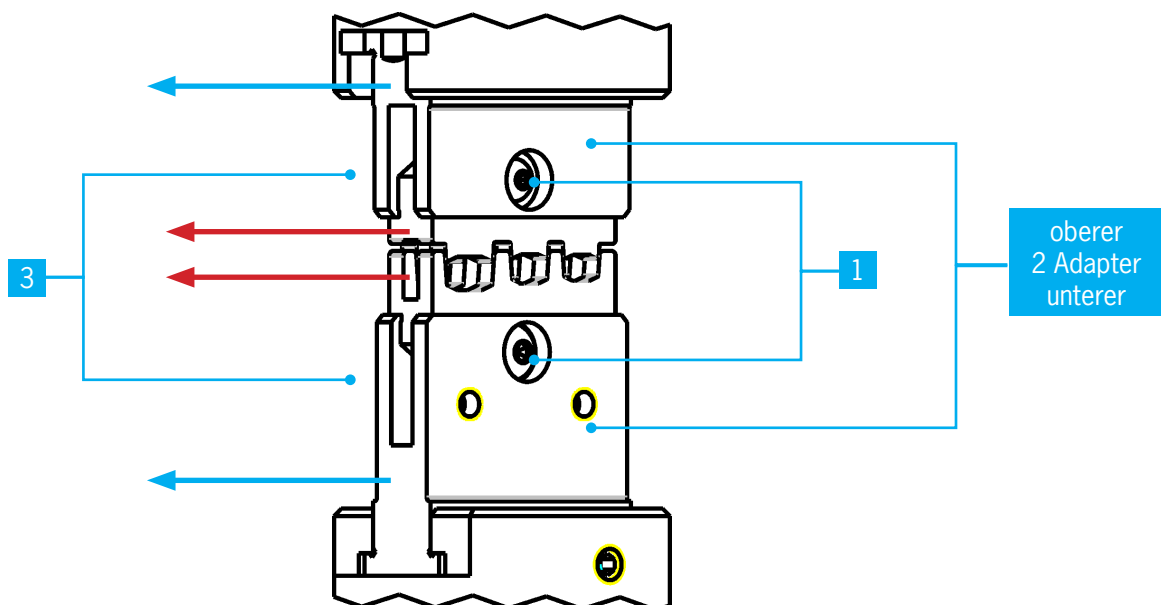

Abb. 4
- Lösen der Befestigungsschrauben des Ober- und Unterteils mit Innensechskantschlüssel SW 2,5 mm Abb.4/1; Crimpeinsatz über Gegenlage leicht öffnen
- Herausziehen des Crimpeinsatzes Abb.4/3 in Richtung der roten Pfeile aus den Adaptern Abb.4/2
- beide Adapter nach vorne in Richtung der blauen Pfeile herausziehen Abb.4